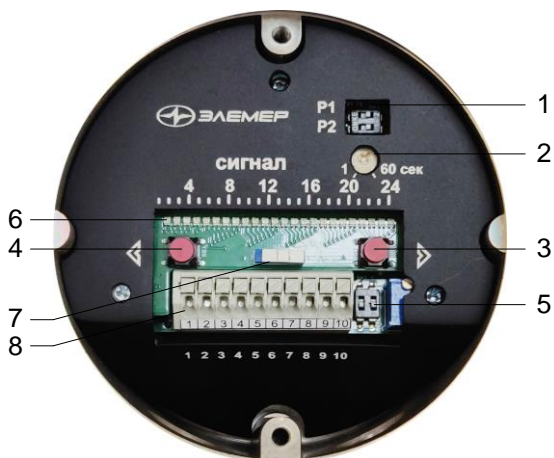

Рисунок 2.2 – Органы управления и индикации «ЭЛЕМЕР-СТД-31-1»
2.3.4.2 Элементы индикации и управления вынесены на верхнюю плату «ЭЛЕМЕР-СТД-31-1» (рисунок 2.2).